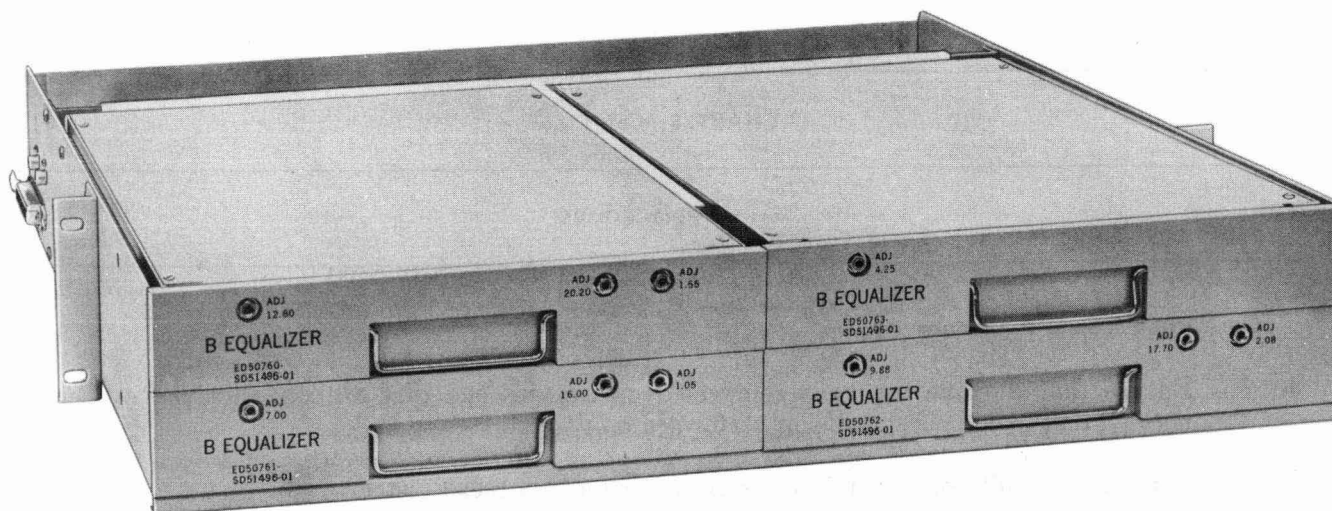

Fig. 16—Manual B Equalizer J68877EE
E. Manual B Equalizer J68877EE (Fig. 16)